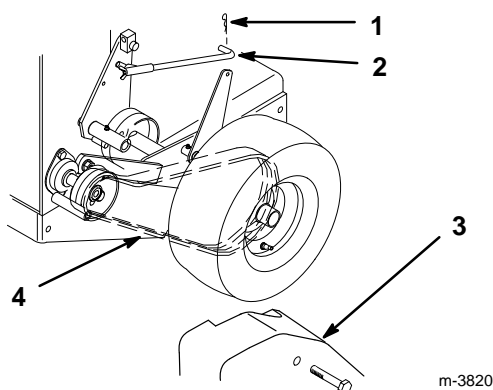

Figure 44
2. Retirer la goupille épingle qui fixe la tige de frein au bras de frein pour relâcher la tension de la poulie de renvoi sur la courroie (Fig. 44).
3. Retirer les boulons inférieurs et desserrer les boulons supérieurs de l'écran pour permettre le passage de la courroie (Fig. 44).
4. Dégager la courroie de la poulie folle et de la poulie d'entraînement (Fig. 44).
6. Remonter la courroie de transmission et remettre en place la goupille épingle de la tige de frein avec son joint en E (Fig. 44).